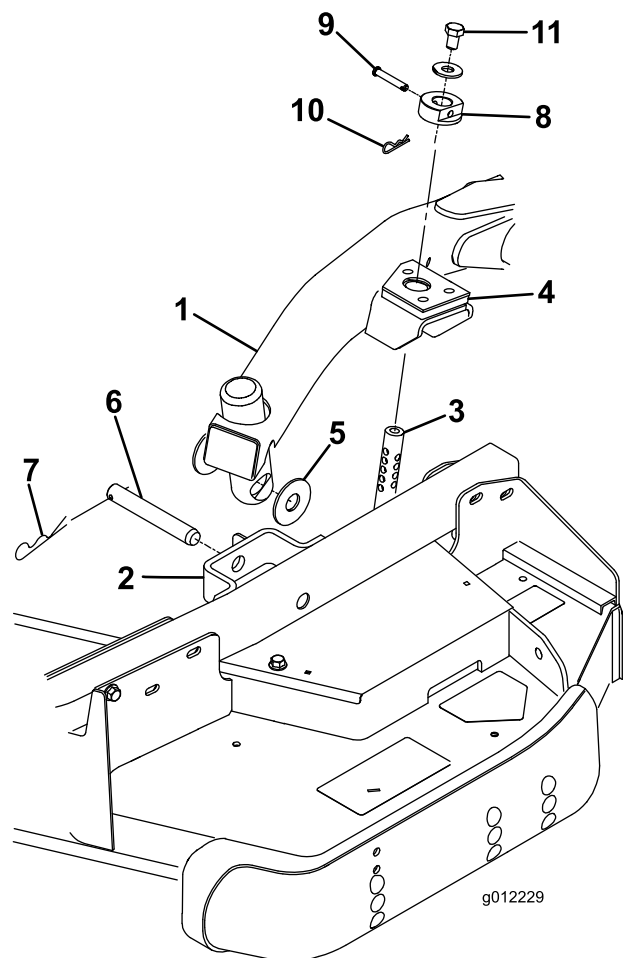

Figura 23
4. Portate la leva di sollevamento in posizione Float. Spingete verso il basso un braccio di sollevamento fino a quando i suoi fori non si trovano allineati ai fori della staffa del braccio della ruota orientabile e l'asta dell'altezza di taglio può essere inserita nei pattini del braccio di sollevamento (Figura 23).
5. Fissate il braccio di sollevamento al braccio della ruota orientabile con (2) rondelle di spinta, un perno con testa e una coppiglia. Posizionate le rondelle di spinta tra il braccio di sollevamento e la staffa del braccio della ruota orientabile (Figura 23). Inserite l'estremità della coppiglia nell'apposito intaglio di ritegno presente sulla linguetta del braccio della ruota orientabile.
- Montate i collari dell'altezza di taglio sulle aste dell'altezza di taglio e fissateli con dei perni con testa e delle coppiglie (Figura 23). La testa del perno deve essere rivolta verso la parte anteriore del piatto di taglio.
- Montate un bullone da 1/2 x 3/4 pollici e una rondella sulla sommità di ogni asta dell'altezza di taglio (Figura 23).